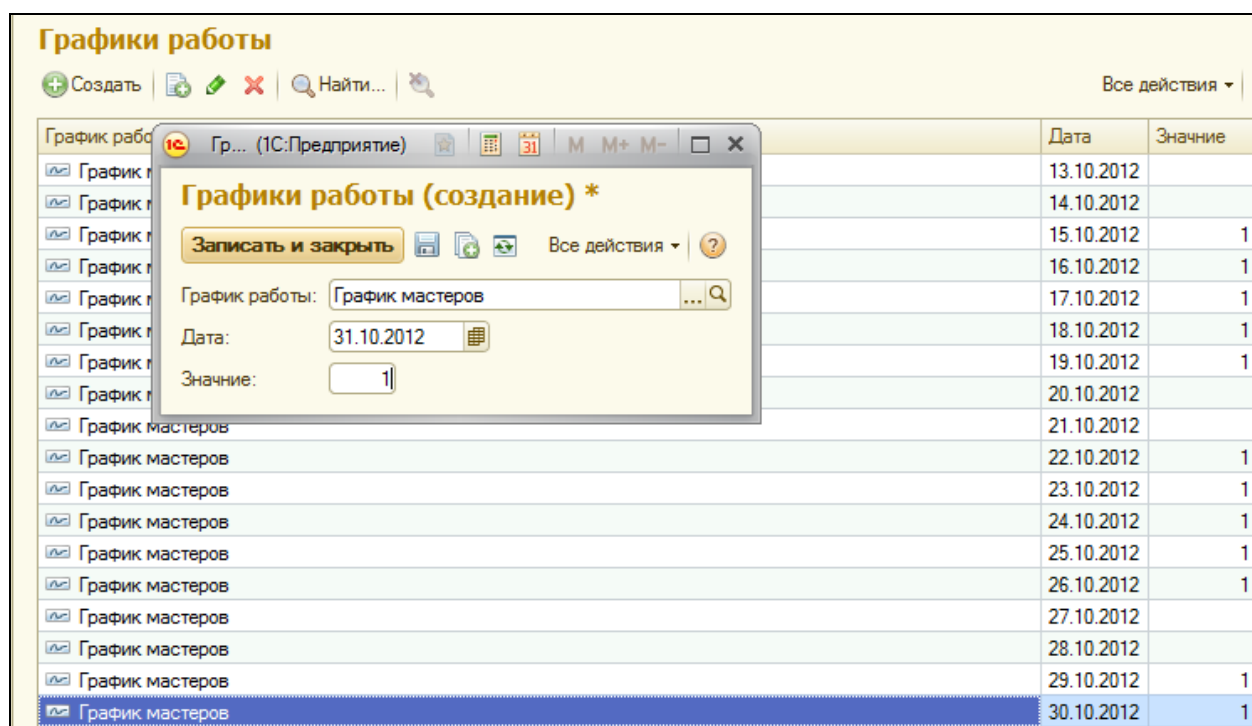

Рисунок 8.4 Записи регистра «Графики работы»
8. Запустить 1С:Предприятие. Заполнить регистр сведений данными о рабочих днях текущего месяца (рис. 8.4).